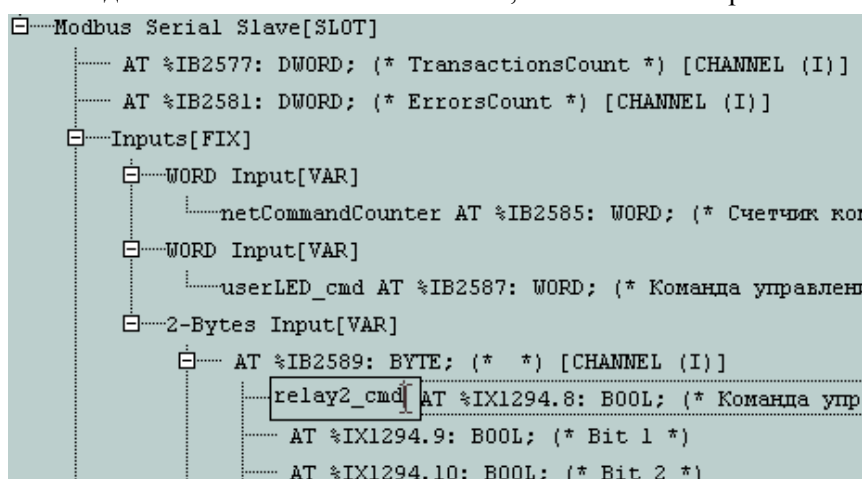

Рис. 38. Описания входных и выходных регистров MODBUS
4. Раскройте только что добавленные элементы дерева типа *WORD Input* и *2-Bytes Input*, после чего добавьте символические ссылки, как показано на рис. 38.